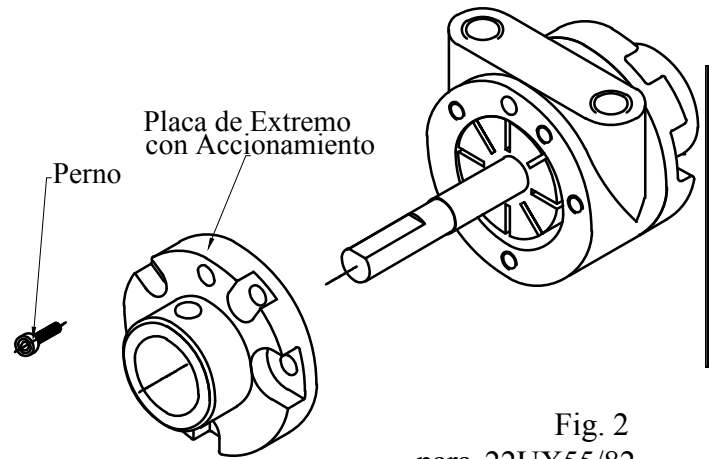

Fig. 2
4. Extraiga la placa de extremo. Consulte la fig. 2.